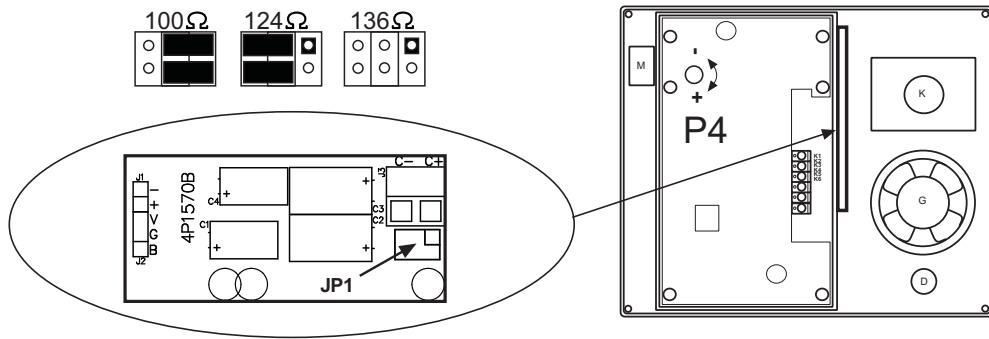

Рис. 7: Наружная панель блока вызова - установка выходного сопротивления для блока вызова в версии видео
**Настенный (открытый) монтаж панели блока вызова.** Пробурить отверстия для крепления настенной кассеты, положить в кассету рамку (рамки) для скрытой проводки и обе части прикрепить с помощью дубелей. Подключить провода, установить блок вызова с клавиатурой с помощью винтов и заклчпок. Установить соответствующим образом якорь JP1 на пластинке симметрирующего устройства (смотри Рис. 7). Значение избранного сопротивления должно соответствовать волновому характеристическому сопротивлению применяемого провода или кабеля. Как стандарт, устанавливается значение 100 Ом, соответствующее сопротивлению спирали UTP и спирали связи (например YTTSY диам. 0,5).